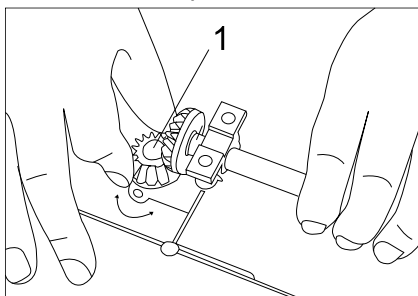

Рис. 9
2. Сдвиньте штангу чтобы расцепить два конических зубчатых колеса, сдвиньте зубчатое колесо 1 вниз. Поворот против часовой стрелки на один зуб дает увеличение толщины на 0,1мм. (Рис.9)